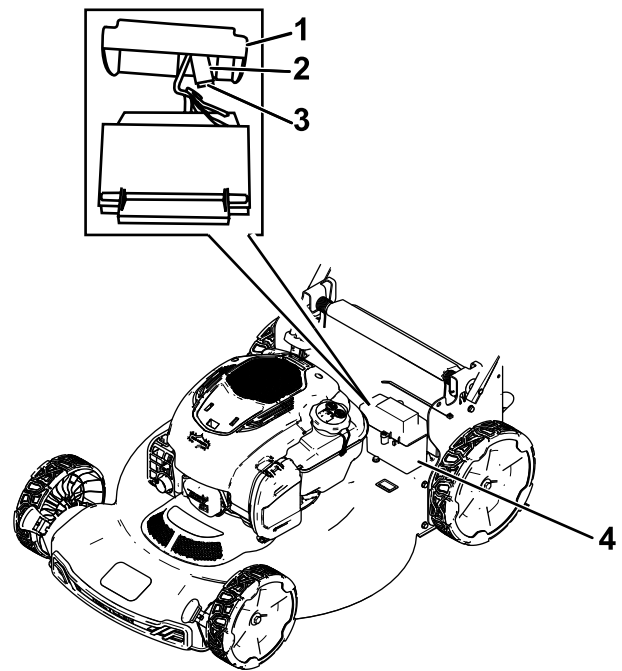

Figure 26
4. Remplacez le couvercle sur le logement de la batterie (Figure 26).
1. Enlevez le couvercle du logement de la batterie (Figure 26).
2. Retirez la batterie et localisez le fusible (Figure 26).
3. Remplacez le fusible dans le porte-fusible (Figure 26).